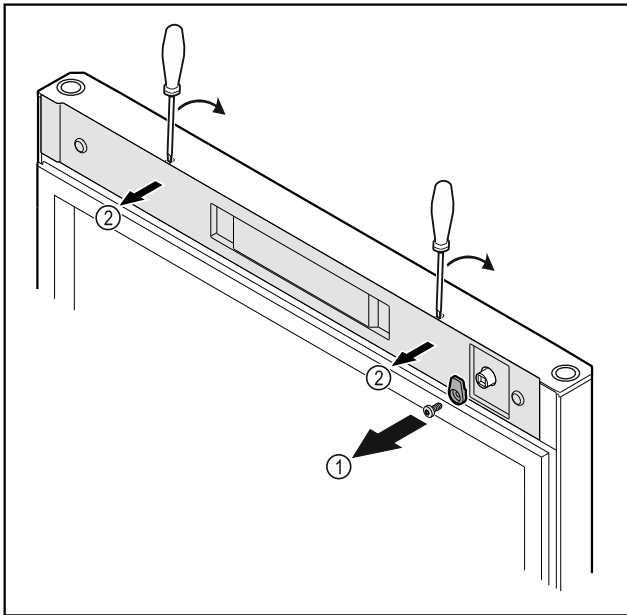

Fig. 11
- ▶ Atsukite uždarymo kabliuką Fig. 11 (1).
- ▶ Atfiksukite dengiamąją plokštelę Fig. 11 (2) mažu atsuktuvu ir nuimkite.